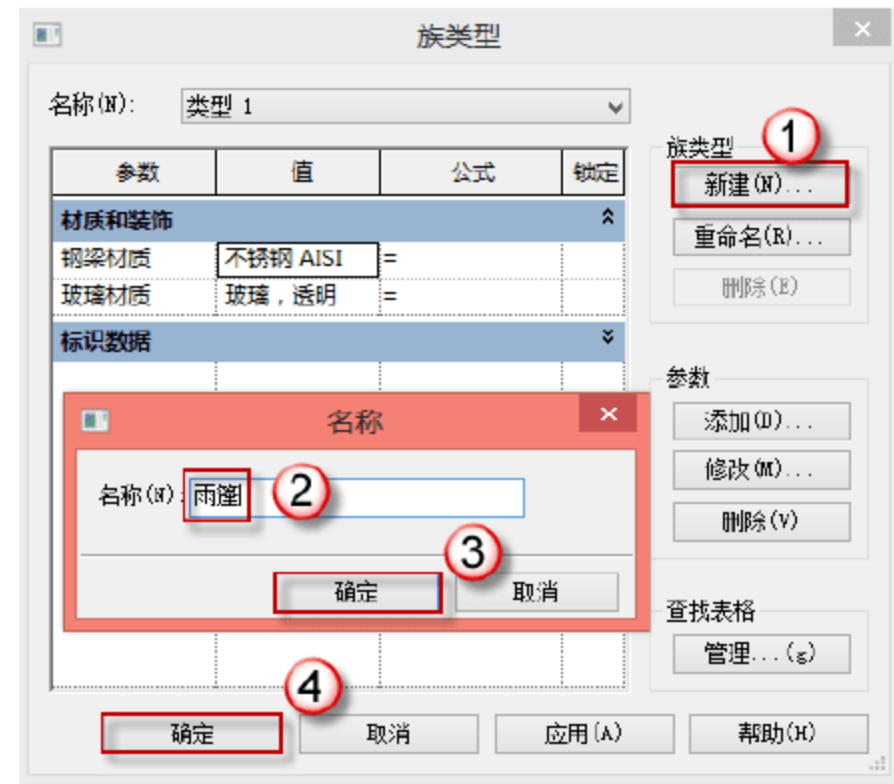

图 8.1.28 新建属性类别
(2) 在创建选项卡中选择“族类型”命令，在弹出的对话框中单击“新建”按钮，然后在弹出的对话框中输入“名称”为“雨篷”，并单击两次“确定”按钮，如图 8.1.28 所示。